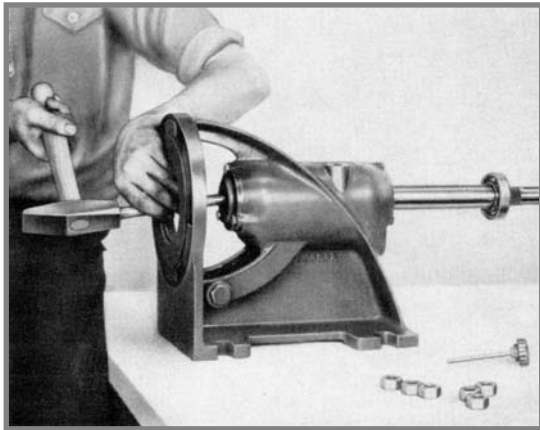

Fig. 16
05. Tirar a vareta indicadora de óleo e retirar cuidadosamente o eixo (Fig. 16).